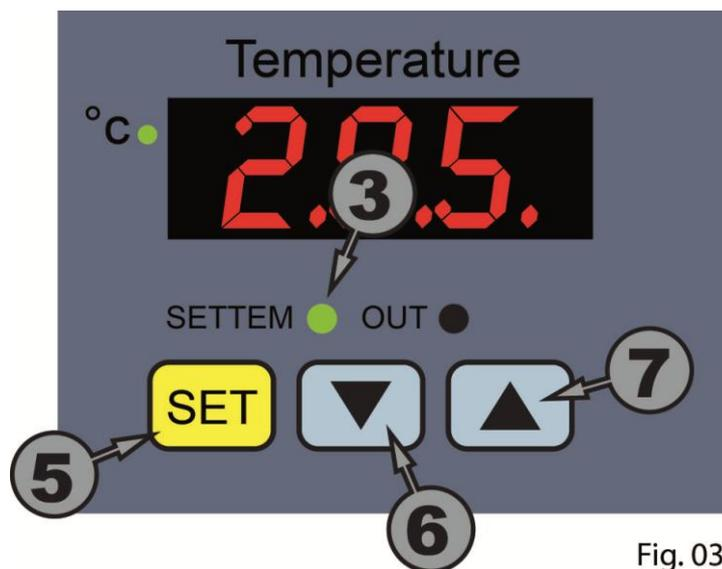
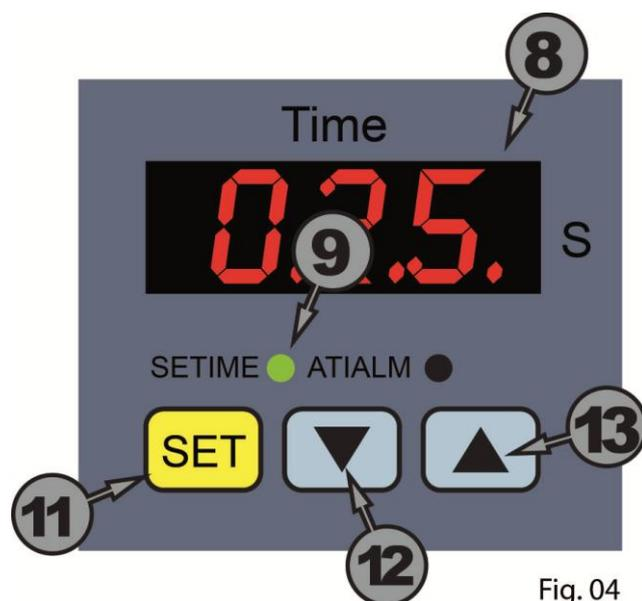

Fig. 03
Fig. 04
- F. Pour régler la température de pose, appuyez une première fois sur le bouton « SET » *fig.03 (5)*, Indicateur d'ouverture du menu de la température *fig.03 (5)* s'allume, l'écran affiche la dernière température programmée. Appuyez longuement sur les boutons *fig.03 (6)* ou *fig.03 (7)* pour diminuer ou augmenter la valeur et appuyer sur « SET » *fig.03 (5)* pour valider votre température.
G. Pour régler le temps de pose, appuyez une première fois sur le bouton « SET » *fig.04 (11)*, l'indicateur d'ouverture du menu du temps de pose *fig.04 (9)* s'allume, l'écran affiche le dernier temps de pose programmé. Appuyez longuement sur les boutons *fig.04 (12)* ou *fig.04 (13)* pour faire diminuer ou augmenter la valeur et appuyer sur « SET » *fig.03 (5)* pour valider votre temps de pose.